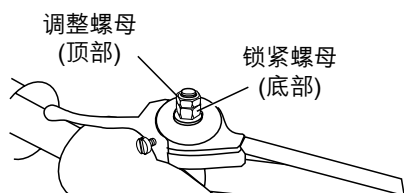

图7. 油门线接收器的调整
7. 油门线的张紧情况可能需要调整。如果需要，拧松**调整螺母**(顶部螺母)，它位于油门线接收器上(图7)，然后拧松或拧紧锁紧螺母(底部螺母)。重新紧固**调整螺母**。